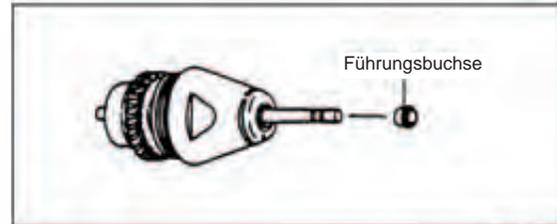

Abb. 14
- ② Die längere Führung der Führungsbuchse auf das Ende des Rotorschafthülse setzen, zuerst zusammen mit dem Testbohrer (Abb. 14).